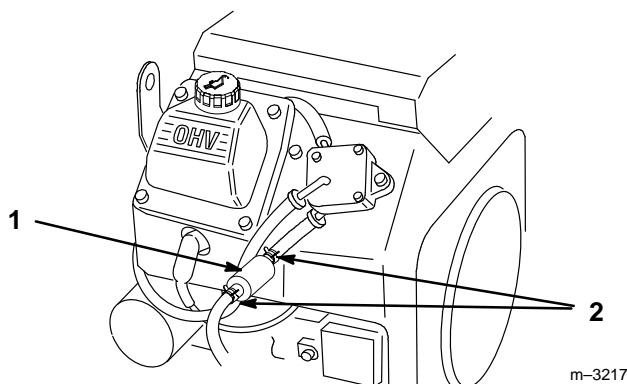

Figure 41
3. Pincer les extrémités des colliers et faire glisser ceux-ci pour les éloigner du filtre (Fig. 41).